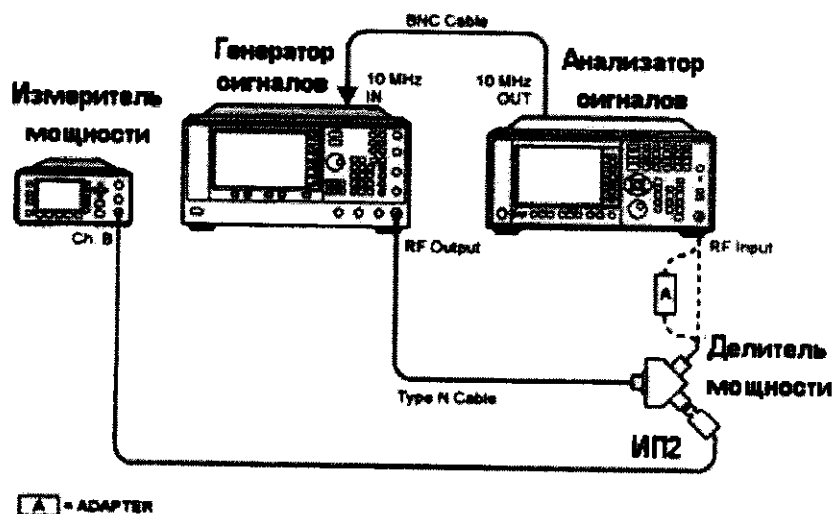

Рисунок 9
7.3.6.4 Отсоединить ИП1 от делителя. Освободившийся рукав делителя соединить с анализатором спектра (рисунок 9). На анализаторе установить DC coupled, предусилитель выключен, полоса обзора 1 МГц, ослабление аттенюатора 10 дБ. Произвести измерения уровня сигнала уровня -10 дБм на частотах  $3 \times 10^5$ ,  $1 \times 10^6$ ,  $5 \times 10^6$ ,  $1 \times 10^7$ ,  $15 \times 10^7$ ,  $45 \times 10^7$ ,  $95 \times 10^7$ ,  $1,25 \times 10^9$ ,  $1,85 \times 10^9$ ,  $2,25 \times 10^9$ ,  $2,95 \times 10^9$ ,  $3,55 \times 10^9$  Гц. Полученные значения зафиксировать, вычислить погрешность.
7.3.6.8 Отсоединить ИП1 от делителя. Освободившийся рукав делителя соединить с анализатором спектра (рисунок 9). На анализаторе установить DC coupled, предусилитель выключен, полоса обзора 1 МГц, ослабление аттенюатора 10 дБ. Произвести измерения уровня сигнала уровня -10 дБм на частотах  $3,65 \times 10^9$  (для опций 503, 508, 513, 526, 543, 544, 550),  $5,05 \times 10^9$ ,  $6,05 \times 10^9$ ,  $7,05 \times 10^9$ ,  $8,05 \times 10^9$ ,  $8,35 \times 10^9$  (для опций 508, 513, 526, 543, 544, 550),  $9,05 \times 10^9$ ,  $10,05 \times 10^9$ ,  $11,05 \times 10^9$ ,  $12,05 \times 10^9$ ,  $13,05 \times 10^9$ ,  $13,55 \times 10^9$  (для опций 513, 526, 543, 544, 550),  $14,05 \times 10^9$ ,  $15,05 \times 10^9$ ,  $16,05 \times 10^9$ ,  $17,05 \times 10^9$ ,  $18,05 \times 10^9$ ,  $19,05 \times 10^9$ ,  $20,05 \times 10^9$ ,  $21,05 \times 10^9$ ,  $22,05 \times 10^9$ ,  $23,05 \times 10^9$ ,  $24,05 \times 10^9$ ,  $25,55 \times 10^9$ ,  $26,05 \times 10^9$ ,  $26,45 \times 10^9$  (для опций 526, 543, 544, 550),  $30,05 \times 10^9$ ,  $32,05 \times 10^9$ ,  $35,05 \times 10^9$ ,  $37,05 \times 10^9$ ,  $40,05 \times 10^9$ ,  $43 \times 10^9$  (для опций 543, 544, 550),  $44 \times 10^9$  (для опций 544, 550),  $45,05 \times 10^9$ ,  $46,05 \times 10^9$ ,  $47,05 \times 10^9$ ,  $48,05 \times 10^9$ ,  $49,05 \times 10^9$ ,  $50 \times 10^9$  (для опции 550) Гц. Полученные значения зафиксировать, вычислить погрешность.
7.3.6.10 Отсоединить ИП1 от делителя. Освободившийся рукав делителя соединить с анализатором спектра (рисунок 9). На анализаторе установить DC coupled, предусилитель выключен, полоса обзора 1 МГц, ослабление аттенюатора 10 дБ. Произвести измерения уровня сигнала уровня -10 дБм на частотах из п. 7.3.6.9. Полученные значения зафиксировать, вычислить погрешность.